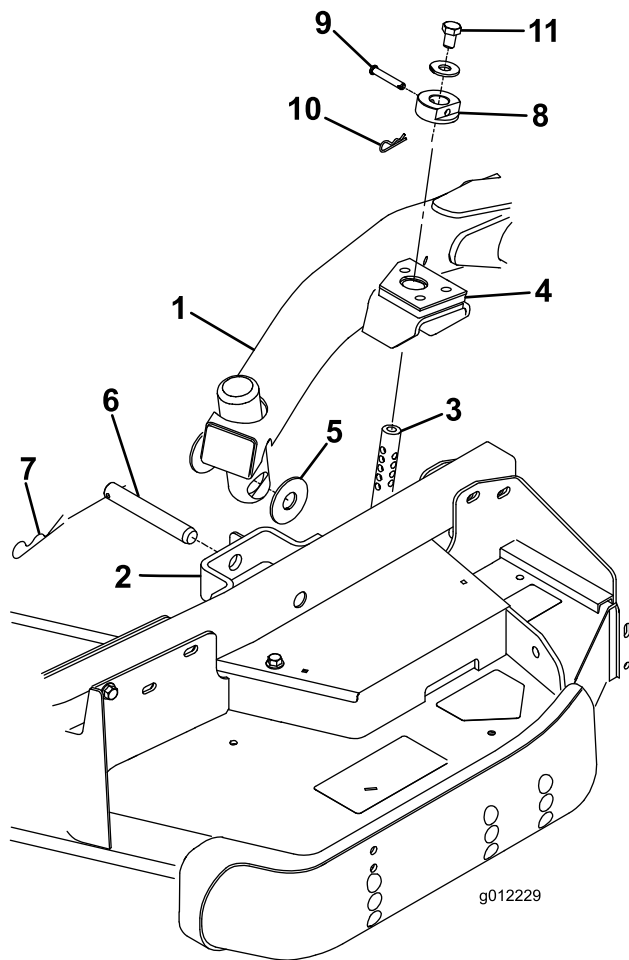

図 4
2. 昇降レバーをフロート位置にセットする。昇降アームを押し下げて、昇降アームについている穴とキャストアームのブラケットについている穴を整列させ、昇降アームのパッドに刈高ロッドを挿入できるようにする(図 4)
3. スラストワッシャ 2 枚、クレビスピン、大きいヘアピンコッターを使って、昇降アームをキャストアームに固定する。スラストワッシャは昇降アームとキャストアームブラケットの間に入れる(図 4) コッターピンを、キャストアームタブのスロットに差し込んで固定する。
7. 刈高ロッドに刈高カラーを取り付け、小さいクレビスピンとヘアピンコッターで固定する図 4。クレビスピンの頭をカッティングユニットの前方向に向けておく。
8. 刈高ロッドのそれぞれの上部に、ボルト 1/2" x 3/4" とワッシャを取りつける図 4。